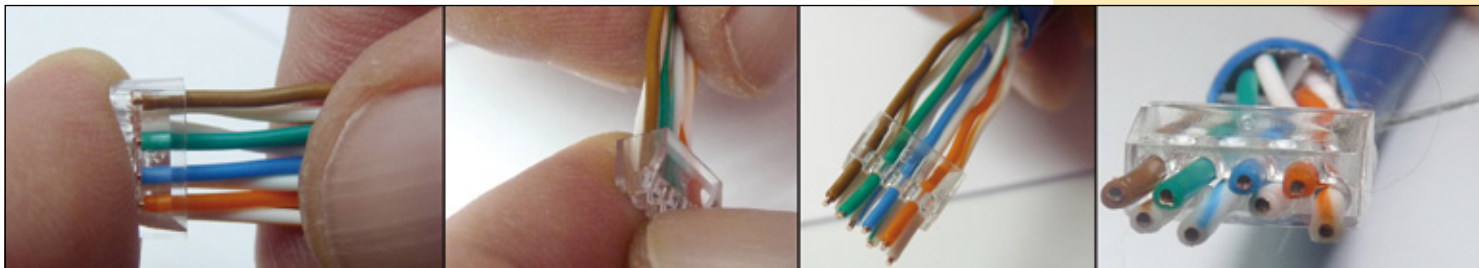

Figura 13
- 10 Inserte los conductores según la secuencia escogida en el **Organizer Insert**, tal como se muestra en el grupo de imágenes de la Figura 13.